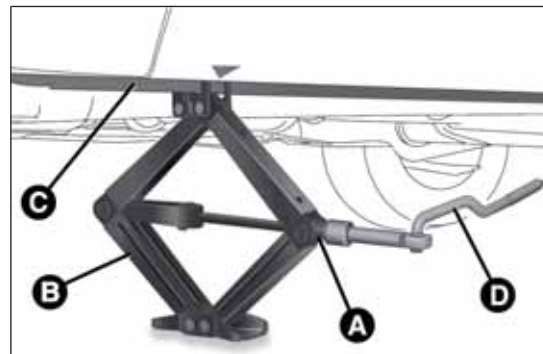

fig. 36
- ❑ inserire la chiave A sul cric in modo da distenderlo, sin quando la parte superiore B fig. 36 si inserisce correttamente sul longherone C (in corrispondenza del segno ∇ riportato sul longherone stesso);
- ❑ inserire la manovella D fig. 36 nella sede sul dispositivo A, azionare il cric e sollevare la vettura, sino a quando la ruota si alza da terra di alcuni centimetri;